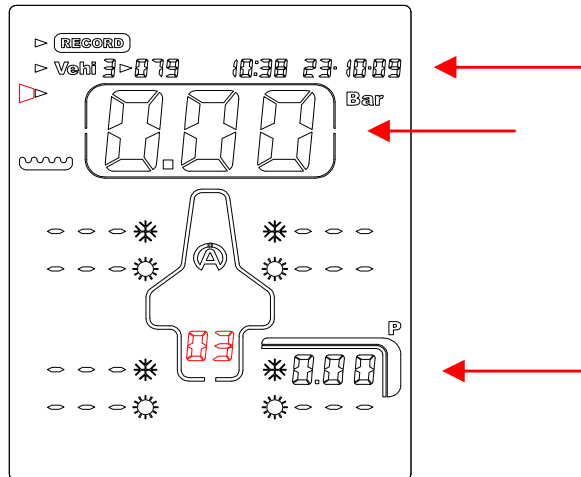

Abbildung 3
- 4) Wählen Sie mit Taste  oder  die **Ziffernanzeige** (Abbildung 3) aus.